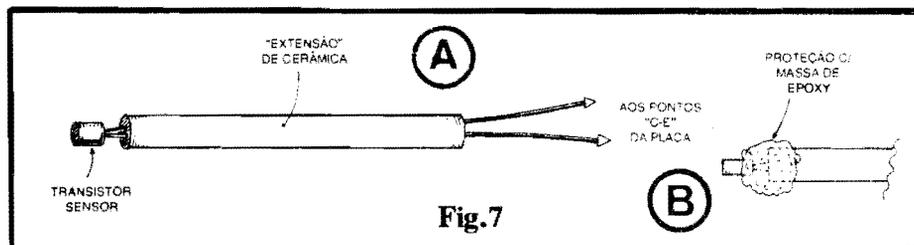

Fig.7
- FIG. 7 - PROTEGENDO/INSTALANDO O SENSOR... - Para monitorações "secas", e que eventualmente envolvam Temperaturas mais ou menos elevadas (acima de 100°), será conveniente a instalação do sensor (transistor de germânio) na extremidade de uma "extensão" de cerâmica, na forma de um longo tarugo, fino, dotado de duas passagens internas independentes para os condutores que vão aos terminais de **coletor** e **emissor** do dito transistor... Outros implementos poderão tornar-se necessários, como buchas ou "espaguetis" termo-resistentes (além de isoladores, eletricamente falando...), cabagem isolada em amianto, etc. Se a disposição sugerida for adotada, será bom fixar e vedar a região entre o transistor e a extremidade da "extensão" de cerâmica, com um pouco de massa de **epoxy** ("Durepoxy"), conforme vemos em 7-B.